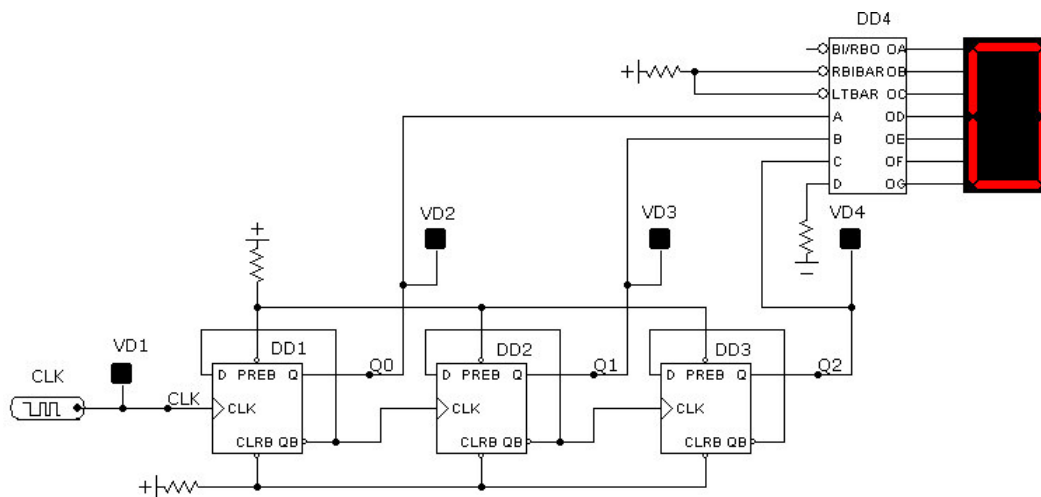

Рис.1. Схема исследования суммирующего двоичного счетчика с последовательным переносом
Схема исследования простейшего последовательного двоичного счетчика, построенного на D триггерах с синхронизацией по переднему фронту синхроимпульса, представлена на рис. 1.
2. Из меню **Component\Digital Primitives\Edge-Triggered Flip-Flops\DFF** перетащите пиктограмму **D** триггера на рабочее поле программы. В открывшемся диалоговом окне выделите пункт меню **Timing model =** , затем в правом окошечке найдите и выделите мышкой модель **DO_EFF**. В поле **PART** введите имя триггера **DD1**. Нажмите кнопку **OK**. Скопируйте пиктограмму **D** триггера в буфер обмена и вставьте две его копии. В выпадающих диалоговых окнах копий в поле **PART** введите имена компонентов согласно рис.1.
5. Из меню **Component\Animation** перетащите пиктограмму светодиода **Animated Digital LED**, скопируйте в буфер обмена и вставьте три его копии. Щелкните два раза мышкой на пиктограммах светодиодов и укажите в выпадающих диалоговых окнах в поле **PART** имена компонентов: **VD1, VD2, VD3, VD4**. Разверните при необходимости пиктограммы согласно рис. 1 и соедините компоненты схемы проводниками в соответствии с рис. 1.
6. Соедините компоненты схемы проводниками в соответствии с рис. 1. Сохраните файл.